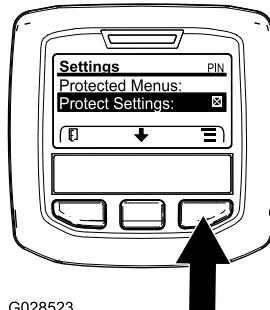

Figura 26
1. Desde el MENÚ PRINCIPAL, use el botón central para desplazarse hacia abajo hasta el menú CONFIGURACIÓN y pulse el botón derecho (Figura 26).